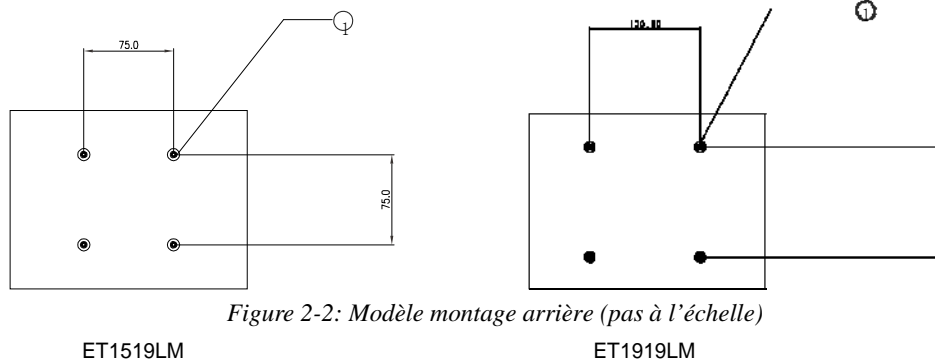

Figure 2-2: Modèle montage arrière (pas à l'échelle)
3. Installez l'écran sur le mur selon le modèle illustré à la *Figure 2-2*. Faites passer les câbles dans l'ouverture d'accès des câbles.